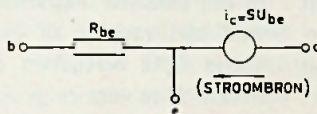

FIG. 12
b. Voor de transistor geldt het in fig. 12 aangegeven vervangschema, met  $R_{be} = 5700 \Omega$  en  $S = 17,5 \text{ mA/V}$ . Bereken de stroomversterkingsfactor van de transistor.